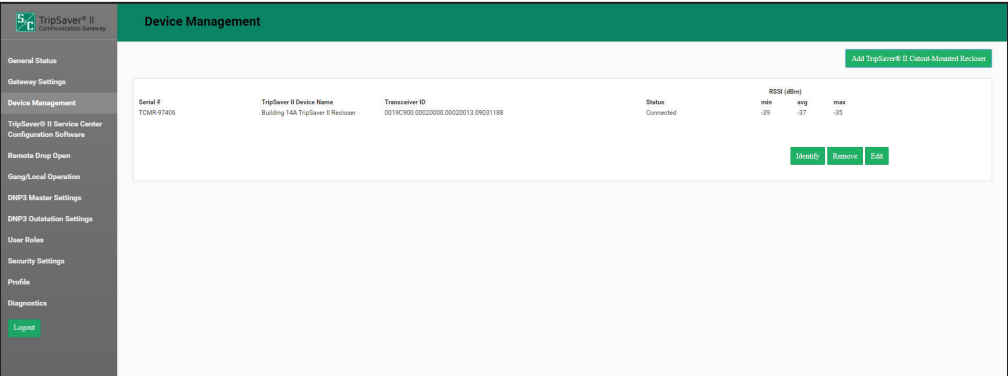

Figura 11. Pantalla de *Gestión de Dispositivos* tras acoplar un reconectador TripSaver II.
- PASO 7. Haga clic en el botón **Aceptar**. El gateway de comunicaciones tardará entre uno y cinco minutos en conectar a el reconectador TripSaver II. El reconectador aparecerá en la pantalla *Gestión de Dispositivos* después que la pantalla se actualice utilizando el botón **Actualizar** del navegador. Ver la Figura 11.